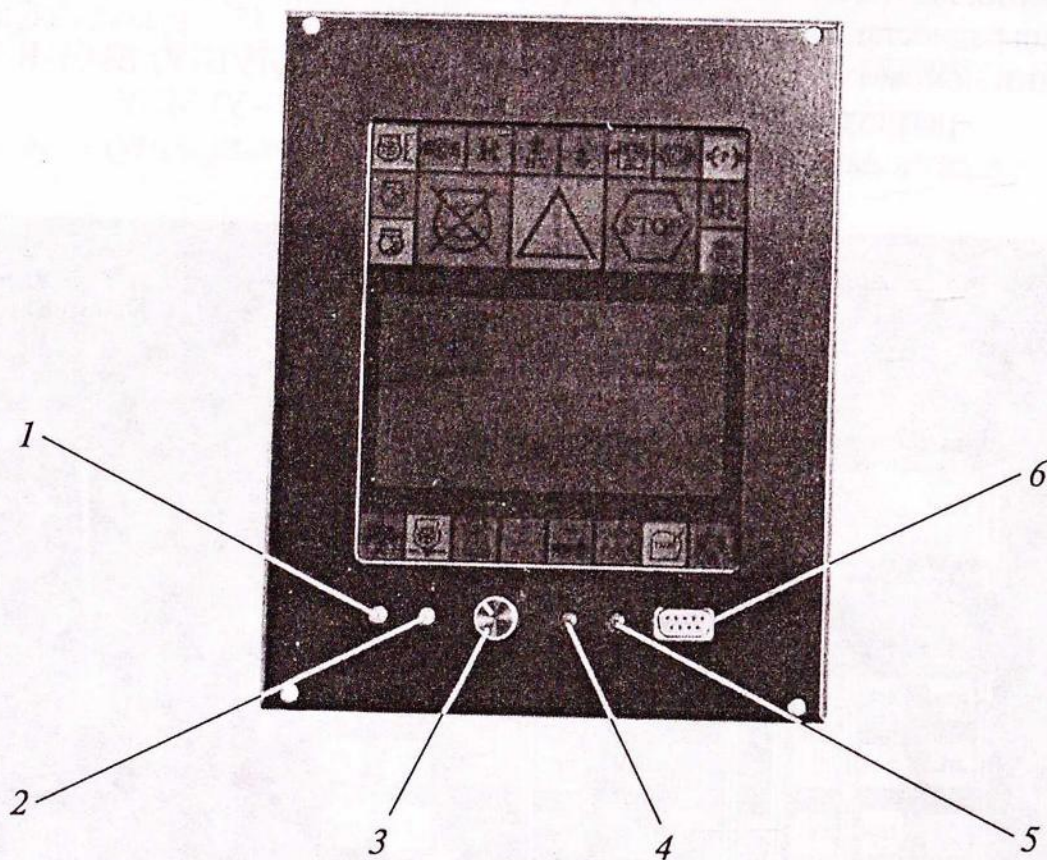
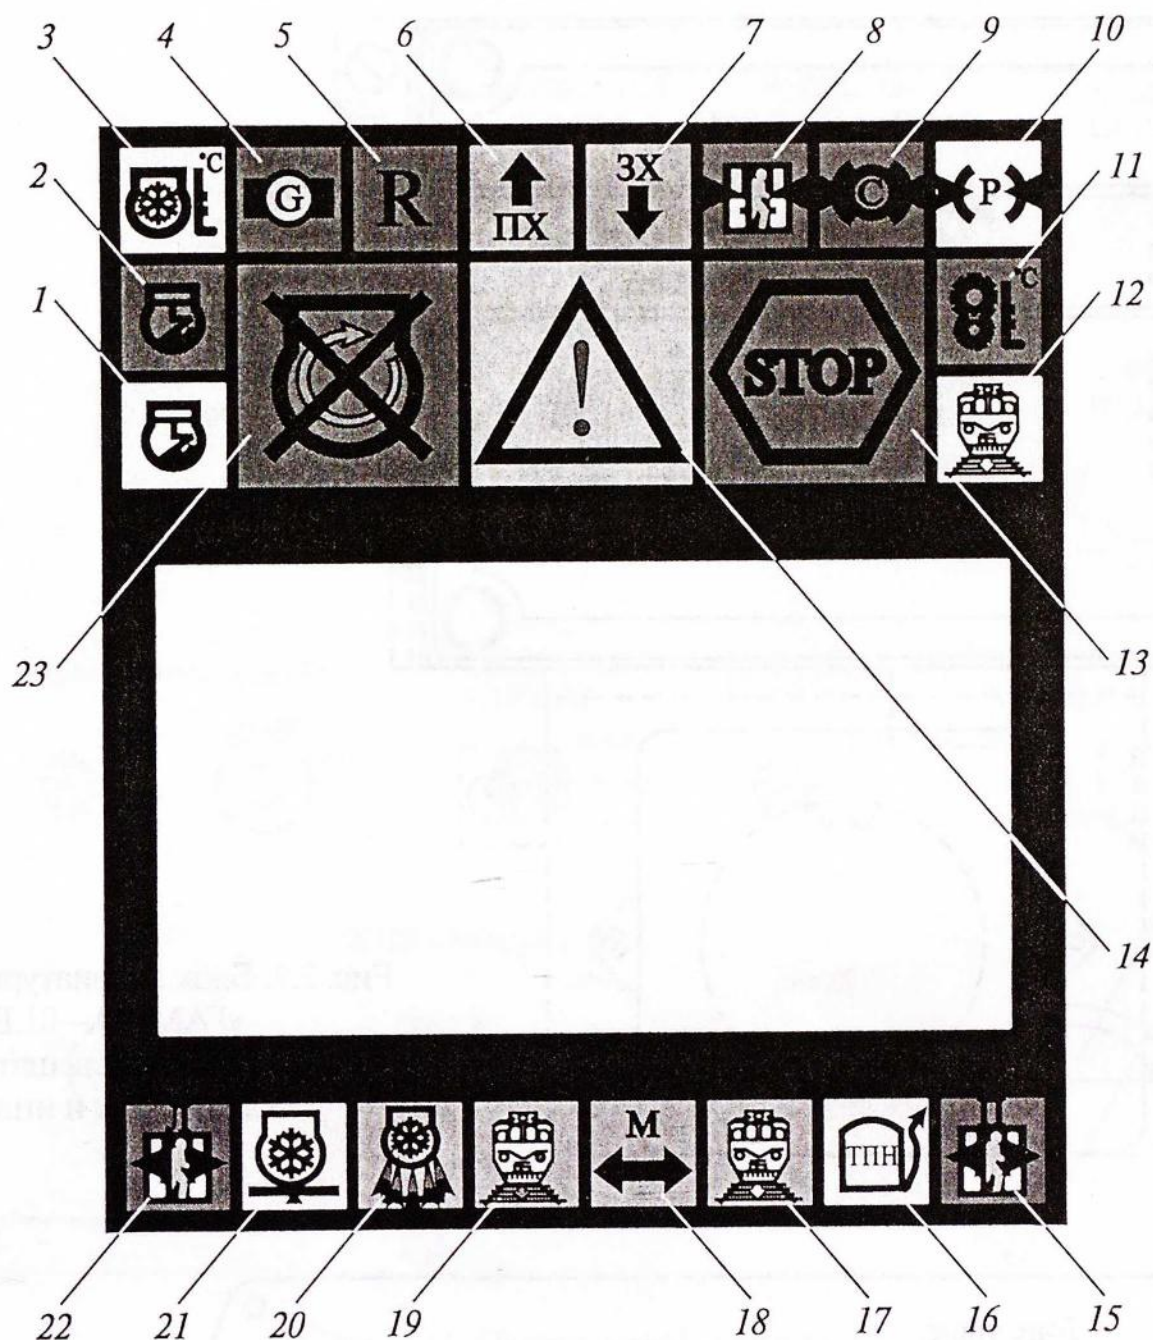

Рис. 2.6. Приборная панель транспортного средства:
Рис. 2.7. Символьное поле приборной панели транспортного средства (ППТС):
- приборная панель транспортного средства (рис. 2.6), символьное поле показано на рис. 2.7;
Текстовая информация отображается на дисплее ППТС, а аварийно-предупредительная — на символьном поле (СП) (см. рис. 2.7).